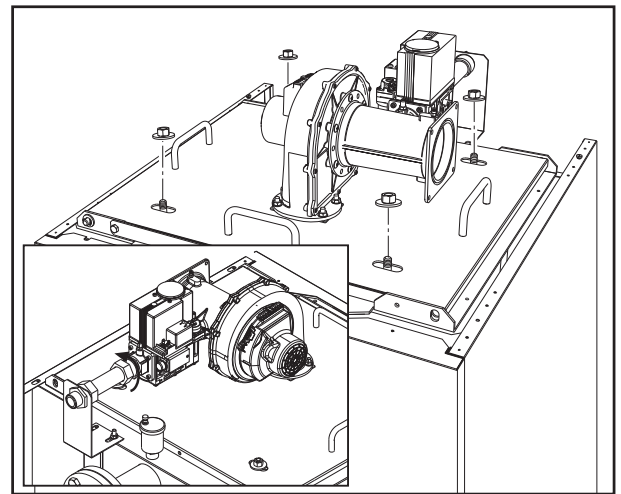

fig. 32
3. Togliere i quattro dadi e rondelle (fig. 32).
4. Svitare la connessione gas (riquadro di fig. 32).
Serrare accuratamente i 4 dadi (fig. 32).